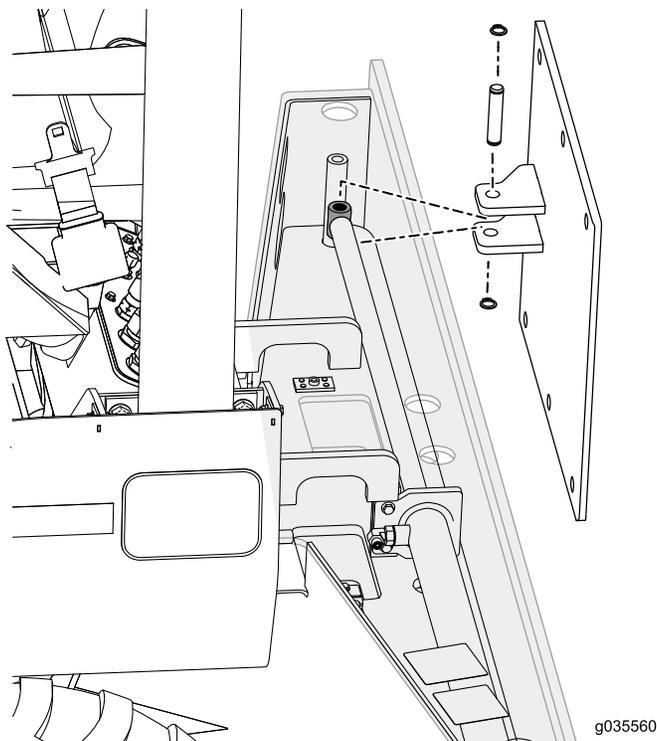

図3
6. スライドマウントプレートをシリンダに取り付けるクレビスピン1本とリテーナリング2本を使って図3のように取り付ける。